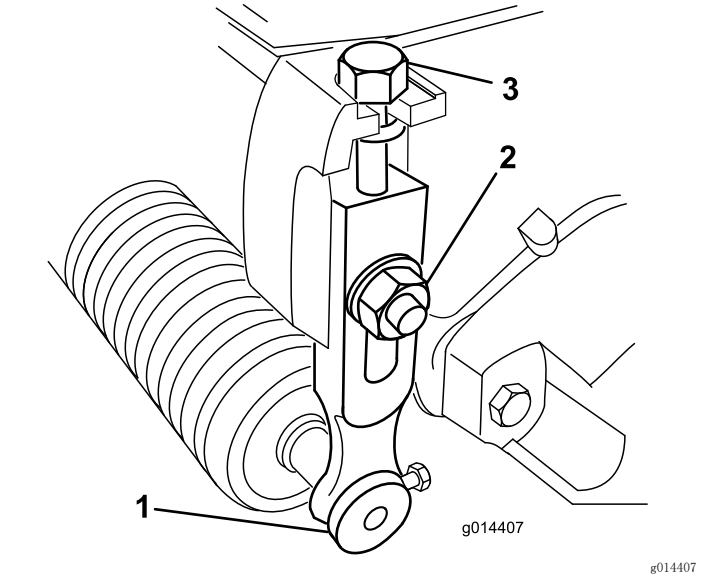

图14
1. 松开将剪草高度臂固定到滚刀组侧板上的锁紧螺母（图14）。